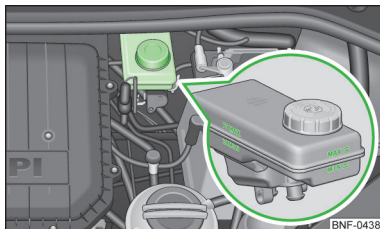

Fig. 103
Bremsevæskebeholderen er placeret i motorrummet » Fig. 103 på side 110.
- Hvis væskestanden er faldet til under MIN-markeringen » Fig. 103 på side 110, 🚫 må du ikke køre videre – fare for ulykke! Søg hjælp på et værksted.
➤ Kontroller bremsevæskestanden i beholderen » Fig. 103.